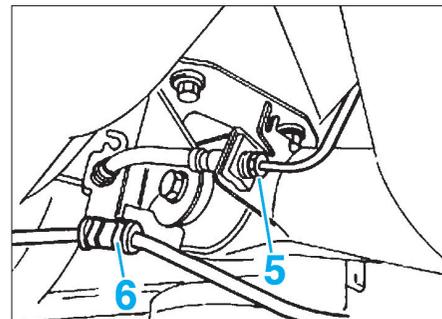

FIG. 31
- Détacher le tuyau de liquide des freins arrière (5) (Fig.31).
- Libérer les câbles de frein de stationnement (6).